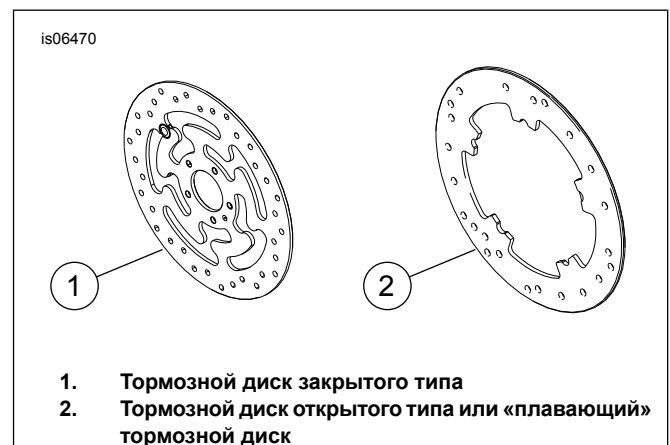

Рисунок 1. Стили переднего тормозного диска
- Винты крепления тормозного диска (см. Рисунок 1 и Таблица 1.)